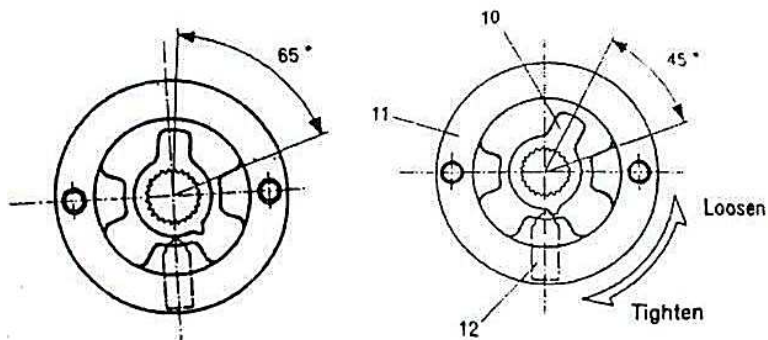

Рисунок 10.
- Зафиксируйте храповик так, чтобы установочное положение достигло  $65^\circ$ , которое расположено в положении храпового стопора (№ 10), отрегулируйте нужный зазор между сферическим винтом и храповиком (№ 10), позволяющий ему скользить и не выпрыгивать. (см. рисунок 10).
- При повторной сборке лебедки внимательно следите за углом стопора храповика. После того, как храповик будет полностью затянут, установите стопор храповика на вал под углом  $45^\circ$  (см рисунок 10).